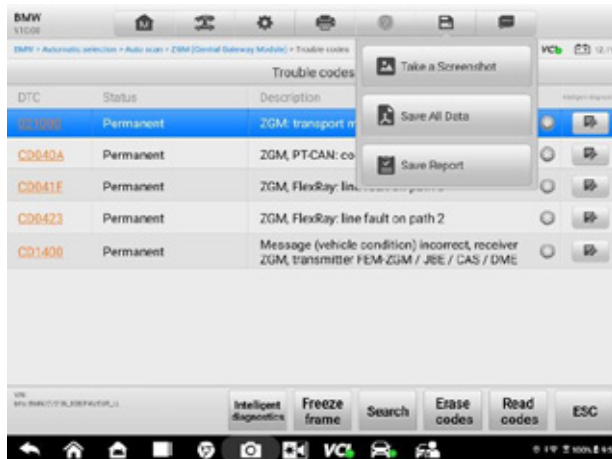

Abbildung 4-44 Bildschirm Codes lesen
- In den EV-Diagnosebildschirmen, wie z. B. dem Fehlercode-Bildschirm (siehe Abbildung 4-44),